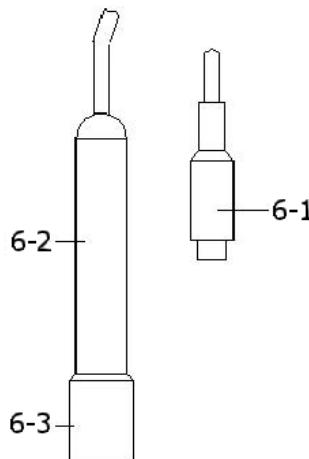

Fig. 3
- 1) Prepare a sonda de condutividade (opcional, CDPB-03), instale o "plugue da sonda" (6-1, Fig. 3) na tomada "CD" (3-15, Fig. 1).
- 3) Segure o "Cabo da sonda" (6-2, Fig. 3) com uma mão e introduza totalmente "a cabeça do sensor" (6-3, Fig.3) na solução a medir. Mova a sonda para deixar que a borbulha de ar interna saia da cabeça do sensor. Na tela aparecerão os valores de condutividade mS (uS) ao mesmo tempo que na parte inferior esquerda da tela aparecerá o valor de temperatura da solução medida.
- 2) Instale o "plugue da sonda" (6-1, Fig. 3) na tomada "CD" (3-15, Fig. 1)
- 4) Segure o "Cabo do Eletrodo" (6-2, Fig. 3) com uma mão e introduza totalmente "a cabeça do sensor" (6-3, Fig. 3) na solução a medir. Mova a sonda para deixar que a borbulha de ar interna saia da cabeça do sensor.